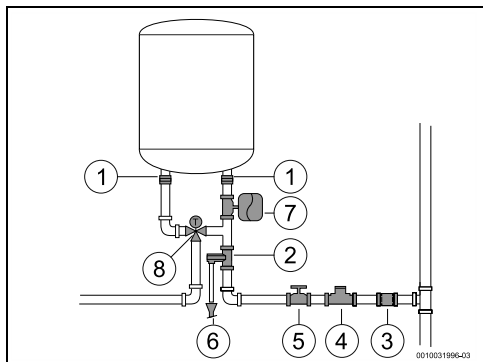

Fig. 10 Toma de agua
Para evitar averías por oscilaciones de presión repentinas en el suministro de agua, se recomienda instalar una válvula antirretorno intercalada en el acumulador (Fig. 10, [3]).
- ▶ Montar la válvula de seguridad en la conexión de agua fría del aparato (Fig. 10).
- ▶ instalar una válvula de reducción de presión (Fig. 10, [4]). La válvula diferencial se activará siempre que la presión del agua en el aparato sea superior a 8 bar ($\pm 0,5$ bar), en este caso deberá existir la posibilidad de desviar el agua.
- ▶ instalar un vaso de expansión (Fig. 10, [7]) para evitar que la válvula diferencial se abra con tanta frecuencia. El volumen del vaso de expansión debe ser equivalente al 5% del volumen del dispositivo.